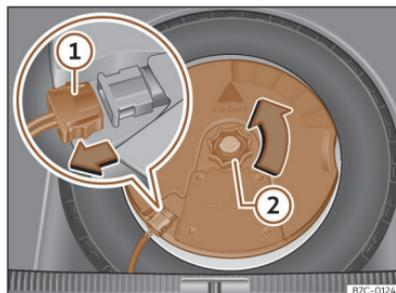

Abb. 231 Im Gepäckraum: Subwoofer ausbauen.
- Ziehen Sie das Subwoofer-Lautsprecherkabel heraus >>> (Abb. 231) ①.
- Drehen Sie das Befestigungshandrad entgegen dem Uhrzeigersinn heraus >>> (Abb. 231) ②.